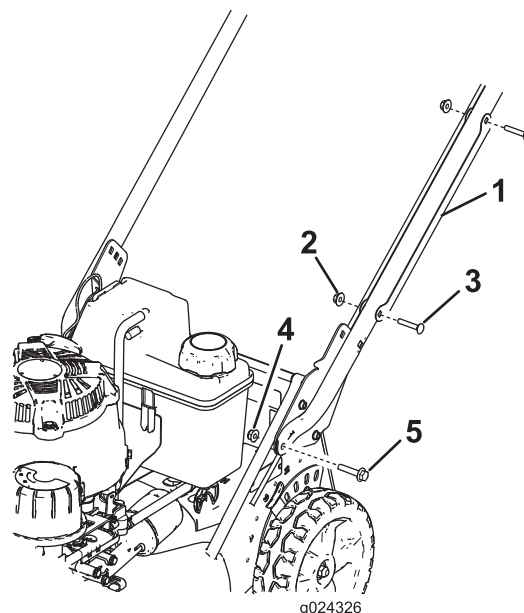

Figura 3
1. Retire los 2 pernos de cuello cuadrado y las 2 arandelas que sujetan el protector de cable al manillar, y retire el protector del cable del manillar (Figura 3).
2. Instale los extremos del manillar en la carcasa de corte con 2 pernos de cabeza hexagonal con arandela prensada (5/16 x 1-1/2") y 2 tuercas con arandela prensada (5/16"), según se muestra en Figura 3.
1. Perno de cuello cuadrado - 5/16 x 1-1/2" (2)
2. Soporte del manillar (2)
3. Tuerca con arandela prensada - 5/16" (2)
7. Posicione el protector de cable en el manillar **con el/los cable(s) dentro del protector**, y sujete el protector al manillar con los 2 pernos de cuello cuadrado y las 2 contratuercas que retiró anteriormente (Figura 3).